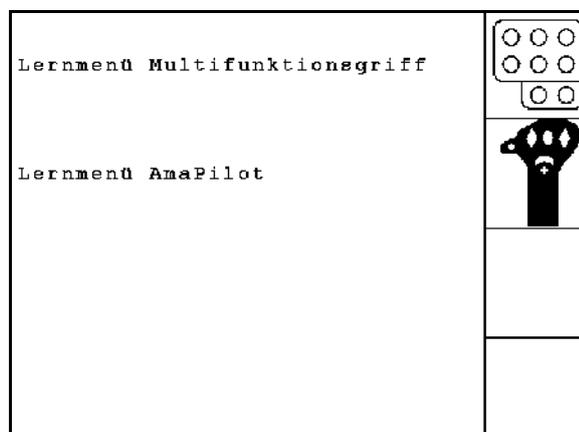
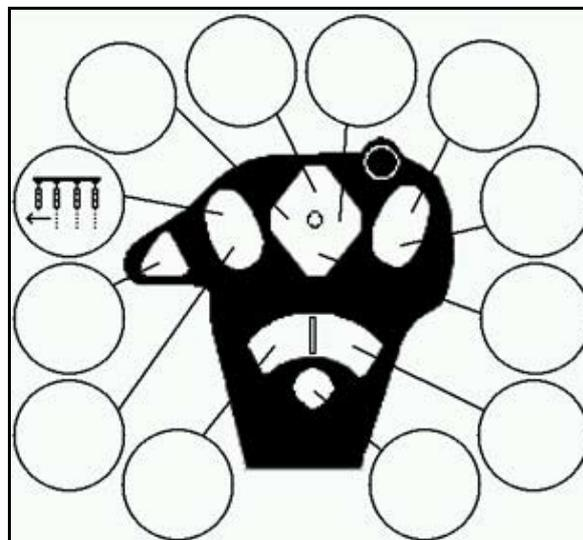

Рис. 74
Рис. 75
Для управления терминалом AMATRON 3 джойстик (Рис. 74) оснащен 8 кнопками (1–8). В дальнейшем с помощью 3-позиционного переключателя (Рис. 75/2) возможно изменение функций кнопок.
-  среднем положении (Рис. 75/A) и может быть установлен
-  как в верхнее (Рис. 75/B), так и
-  в нижнее (Рис. 75/C) положение.
Положение переключателя отображается с помощью светодиодного индикатора (Рис. 75/1).